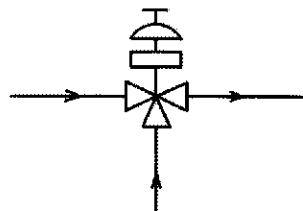

図2 調節及び調整部品の図記号の使用例
- 4.2 **調節及び調整部品** 調節及び調整部品の基本図記号は、表 2 による。表 2 の図記号は、図 2 のようにバルブ、コックなどその他の図記号と適宜組合せて用いる。